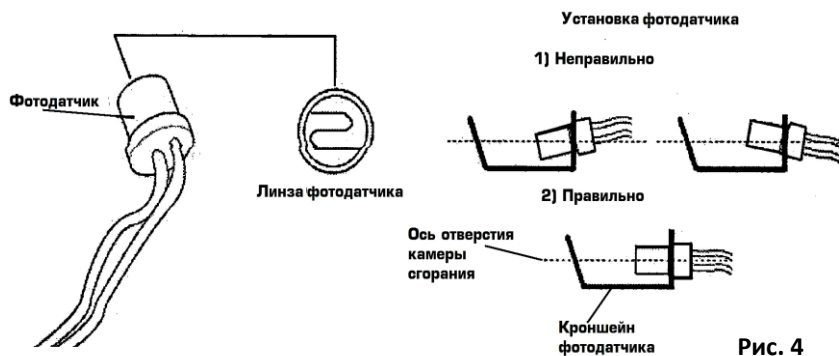

Рис. 4
Обратите внимание на правильное положение фотодатчика на рис. 4.
6. Неправильно установлен фотодатчик. 7. Неисправный фотодатчик. 8. Неправильное электрическое соединение между главной печатной платой и фотодатчиком.	6. Отрегулируйте положение фотодатчика (рис.4). 7. Замените фотодатчик (рис.4). 8. Проверьте проводные соединения (см. приложение А).